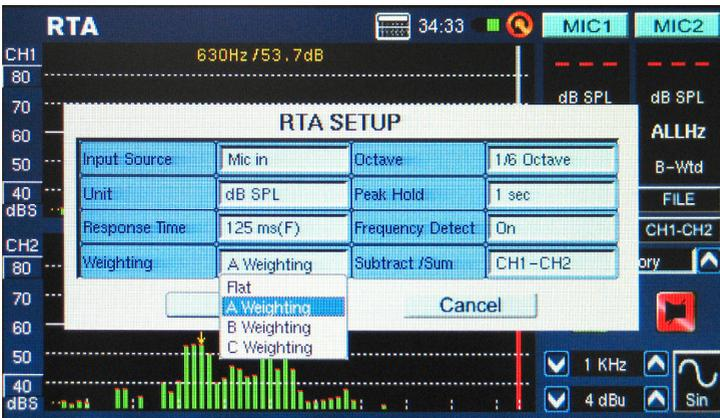

figura 20
3. También en el menú de los ajustes, setee la ponderación apropiada (figura 20). La ponderación más comúnmente usada para análisis acústico es quizás la ponderación-A, ya que imita más las condiciones del oído humano.